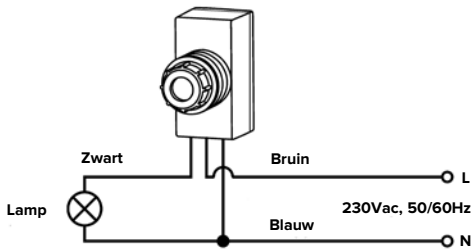

Fig. 2
- Sluit de bedrading aan volgens het aansluitschema (fig 2).